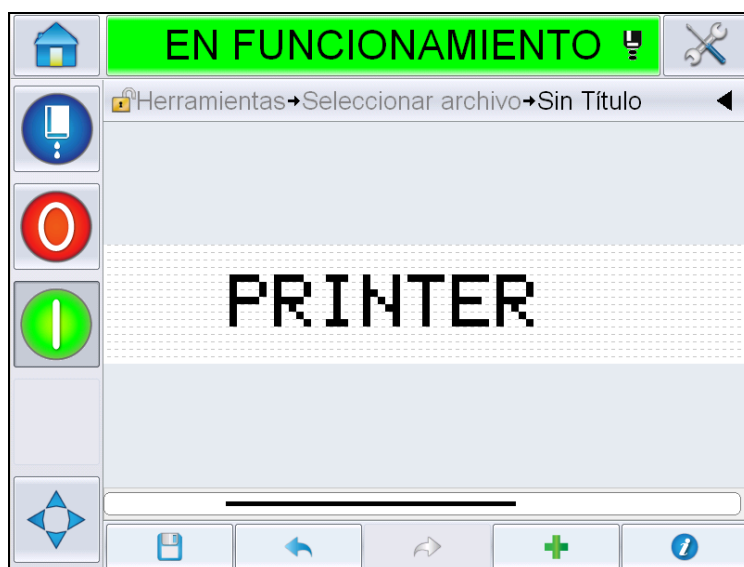

Figura 5-37: Texto libre en la página de mensajes
- 17** Seleccione y establezca los parámetros conforme a los requisitos y toque *OK (Aceptar)*. El mensaje con el texto libre se muestra en la página de *mensajes* (Figura 5-37).